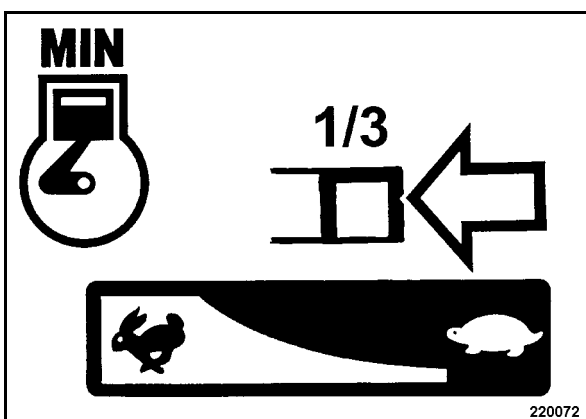

рис. 17
- Установить рычаг управления частотой вращения (рис. 17) на 1/3 положения подачи топлива.